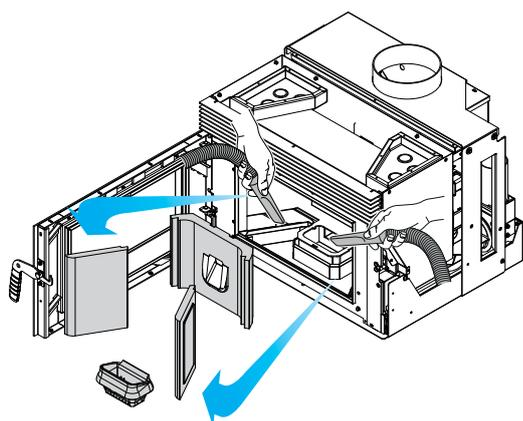

fig. 7.15
- B) Retirer les plaques réfractaires du foyer et aspirer la cendre résiduelle (fig. 7.15).